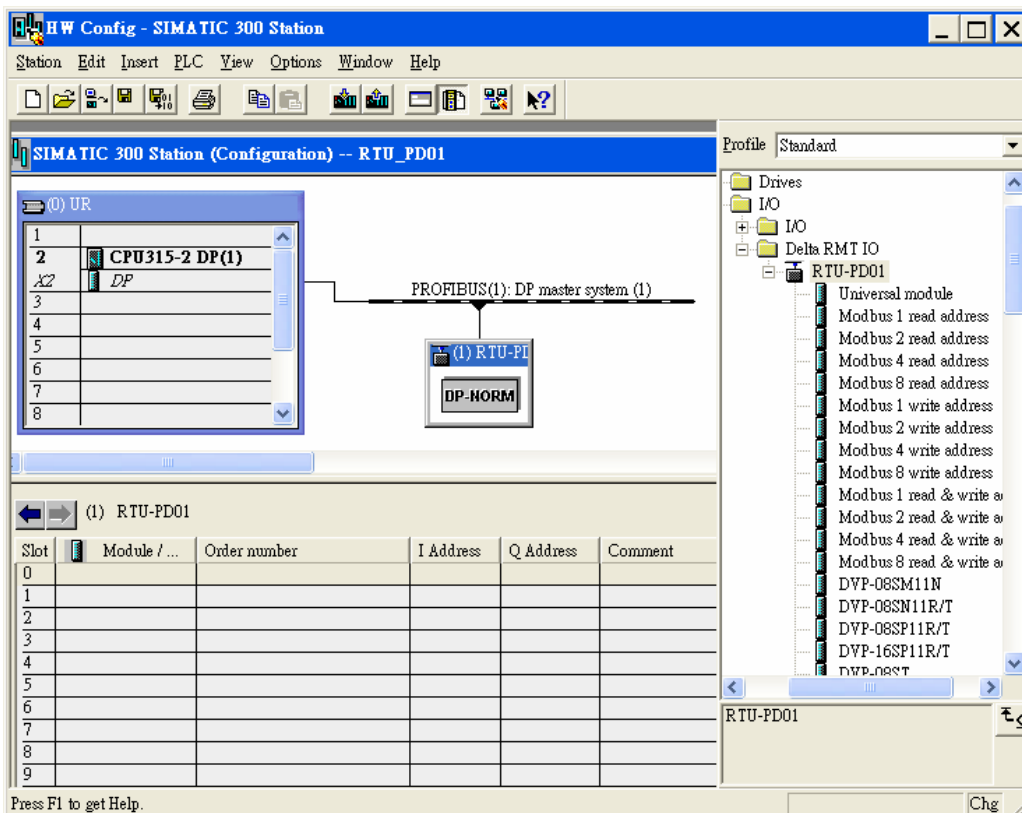

图 10-22
3. RTU-PD01 加入 PROFIBUS DP 总线，如图 10-22 所示。